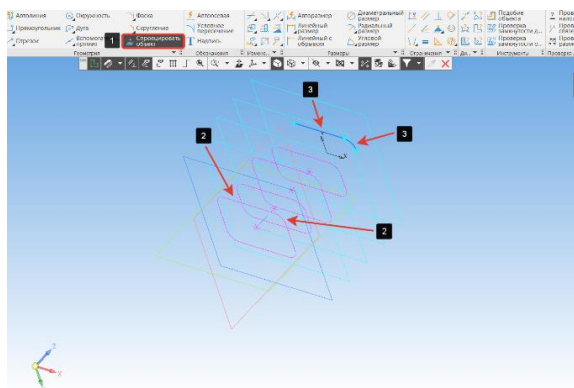

Рисунок 135 – Команда Спроецировать объект
- Затем на панели Геометрия выберем команду Спроецировать объект (1) (Рисунок 135) и последовательно будем выбирать контур эскиза (2) на плоскости №1, который будет проецироваться на новый эскиз (3). Завершим команду проецирования